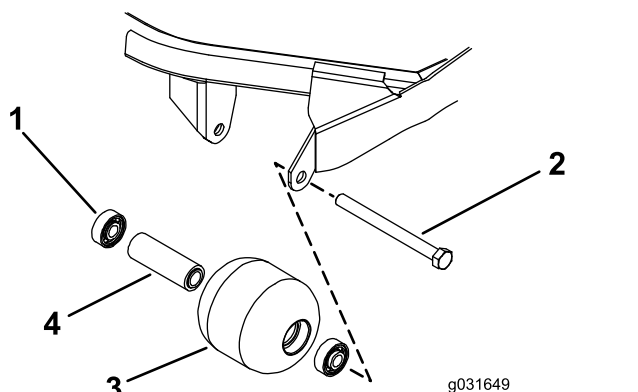

Figure 75
1. Retirez le boulon de fixation du galet (Figure 75).
4. Vérifiez l'état du logement de roulements, des roulements et de la douille d'écartement (Figure 75).
1. En exerçant une pression uniquement sur la bague extérieure ou uniformément sur les bagues intérieure et extérieure, poussez le premier roulement dans le logement du galet (Figure 75).
2. Insérez l'entretoise (Figure 75).
3. En exerçant une pression uniquement sur la bague extérieure ou uniformément sur les bagues intérieure et extérieure, poussez le second roulement dans le logement du galet jusqu'à ce qu'il rencontre l'entretoise (Figure 75).